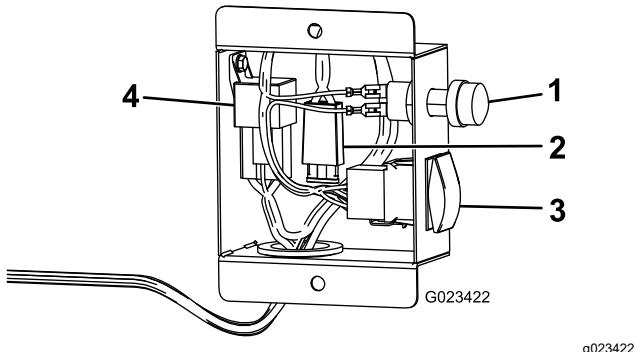

Figura 4
2. Começando as ligações da cablagem de cima para baixo, ligue a cablagem ao interruptor de taxa, ao botão do cilindro da tubagem e ao relé de potência (Figura 4).